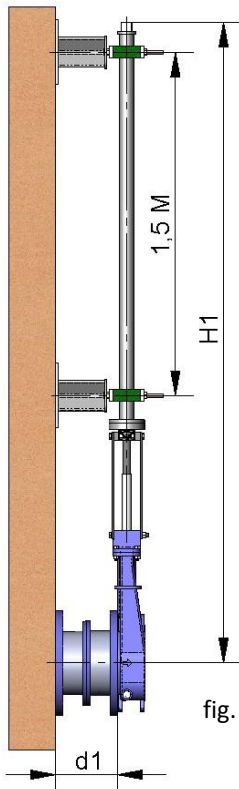

fig. 12
**2 - Extension: Pipe (fig. 12).**